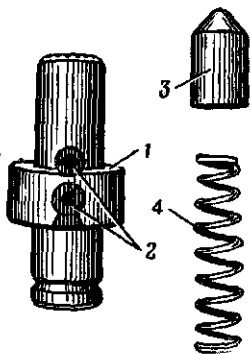

Рис. 15. Предохранитель:
**Предохранитель** (рис. 15) служит для запираания спускового крючка, чем исключается возможность случайного выстрела. Он имеет